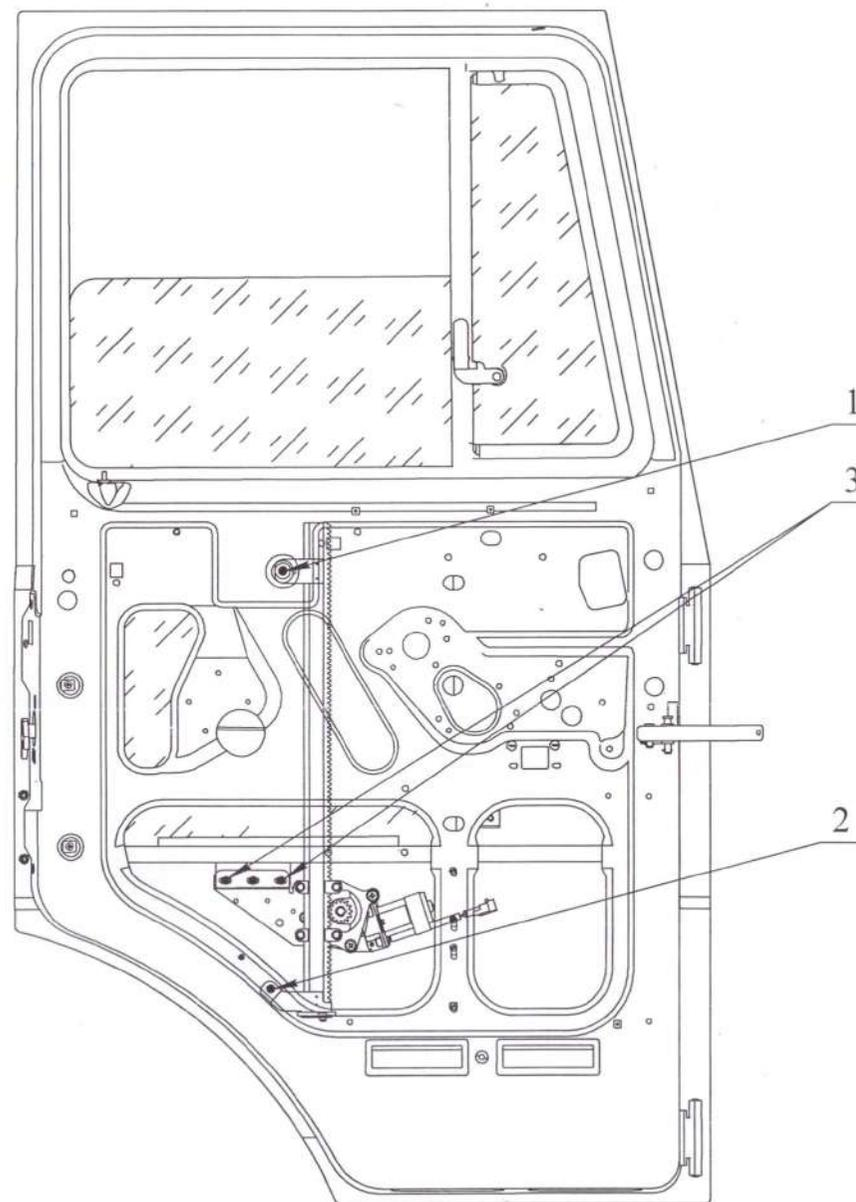

Рис.3
4.7 Установить ЭСП в дверь в соответствии с рис.3 закрепив направляющую винтами М6 со стопорными шайбами поз. 1 и 2 от штатных стеклоподъемников.
4.8 Совместить резьбовые отверстия на обоим стеклах с отверстием на пластине ЭСП и закрепить двумя винтами М6 поз. 3 (см. рис.3) от штатных стеклоподъемников.